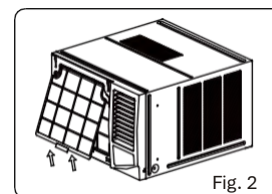

Fig. 2
Segure a patilha na extremidade do filtro, levante-a, puxe-a na sua direção e puxe o filtro para fora (ver Fig. 2).
1. Insira o filtro de ar na ranhura da armação, de cima para baixo. (Ver Fig. 2)